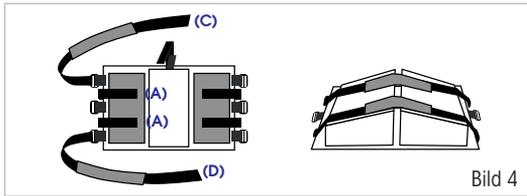

Bild 4
- Führen Sie die Haltebänder (A) unter der Grundplatte durch und befestigen Sie diese mit den Klettbandern (Bild 4).
- Legen Sie die Stützkissen auf die Grundplatte und befestigen Sie diese mit Stirn- (C) und Kinnbegurtung (D) durch die D-Ringe.